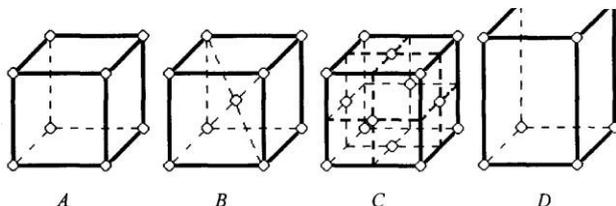

Рис. 2
**18. Какие из представленных на рисунке элементарных ячеек кристаллических решеток относятся к простым (рис. 2)?**